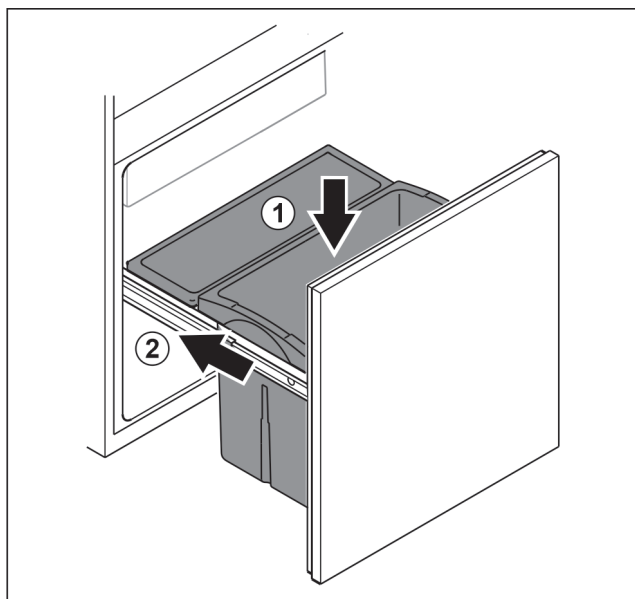

Fig. 81
- ▶ Włożyć szufladę od góry. Fig. 81 (1)
- ▶ Wsunąć wózek wsuwany. Fig. 81 (2)